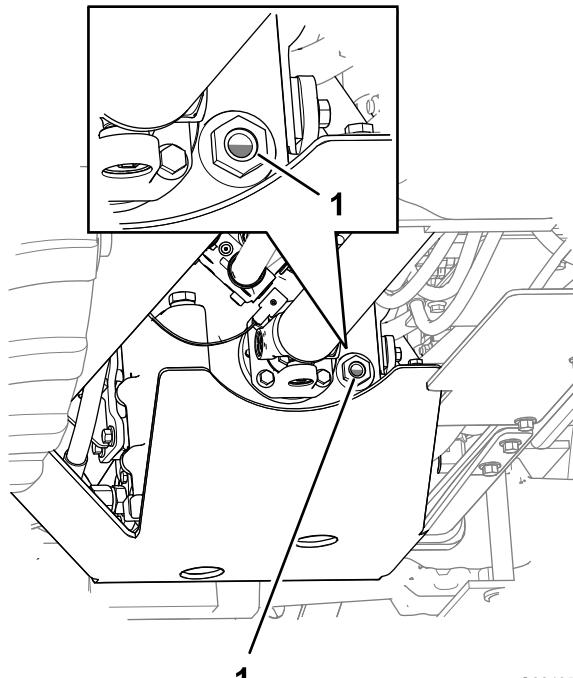
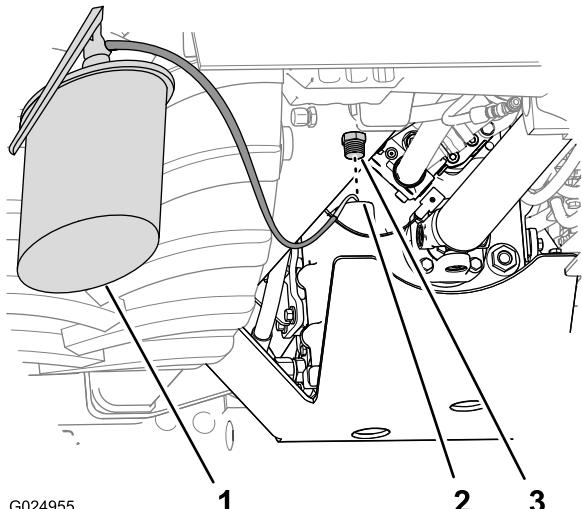

Bild 2
Bild 3
5. Warten Sie mindestens 10 Minuten und prüfen dann den Stand des Getriebeöls im Schauglas (Bild 2).
- A. Entfernen Sie die Füllschraube vom Füllanschluss des Getriebes (Bild 3).
- D. Füllen Sie das Getriebe mit der angegebenen Ölsorte durch die Schauglasöffnung, bis der Ölstand 1/2 bis 3/4 der Schauglasöffnung bedeckt (Bild 2 und Bild 3).
- E. Setzen Sie die Füllschraube in die Füllanschlussstelle (Bild 3).
- 9. Warten Sie 10 Minuten und prüfen Sie dann den Stand des Getriebeöls im Schauglas (Bild 2).